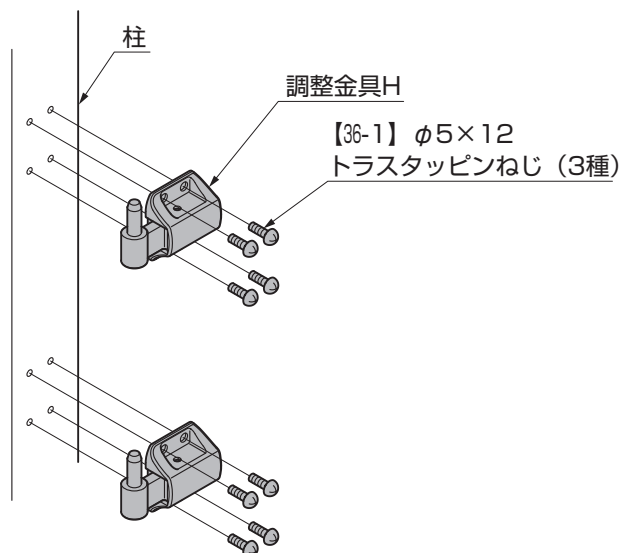

図15-2
- ②柱に調整金具Hを、【36-1】で取付けてください。(図15-2参照)